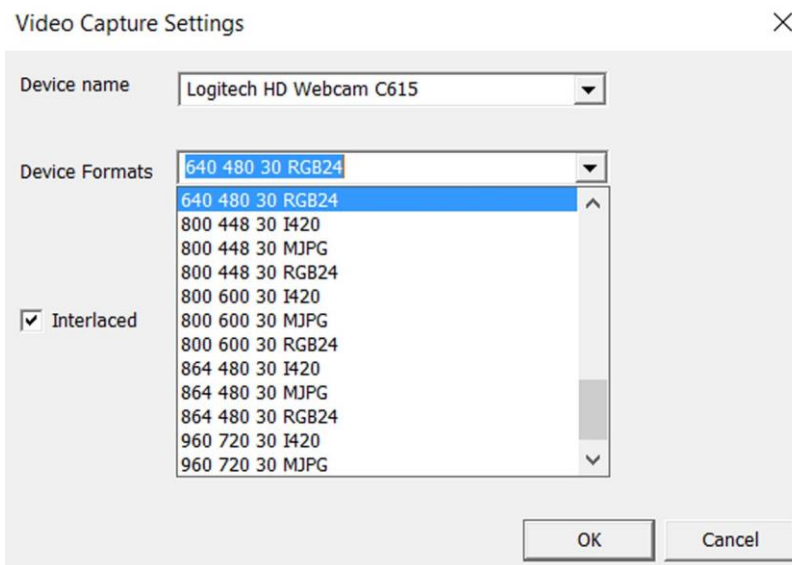

Figure 11 - Le menu FORMAT DE DISPOSITIF permet un certain nombre de valeurs possibles
- Maintenant, déroulez le menu à partir du champ FORMAT DE DISPOSITIF comme illustré à la figure 11.